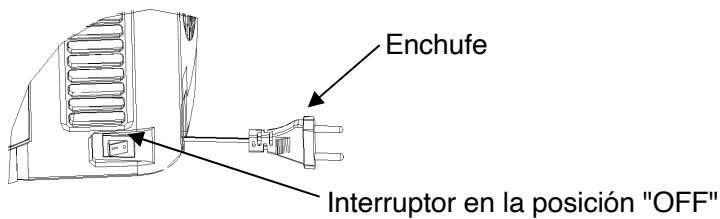

Figura 11
3. Cambie el interruptor de alimentación a la posición "I" para poner el dispensador en funcionamiento (la posición "0" es para apagarlo). (Como se muestra en la Figura 11).